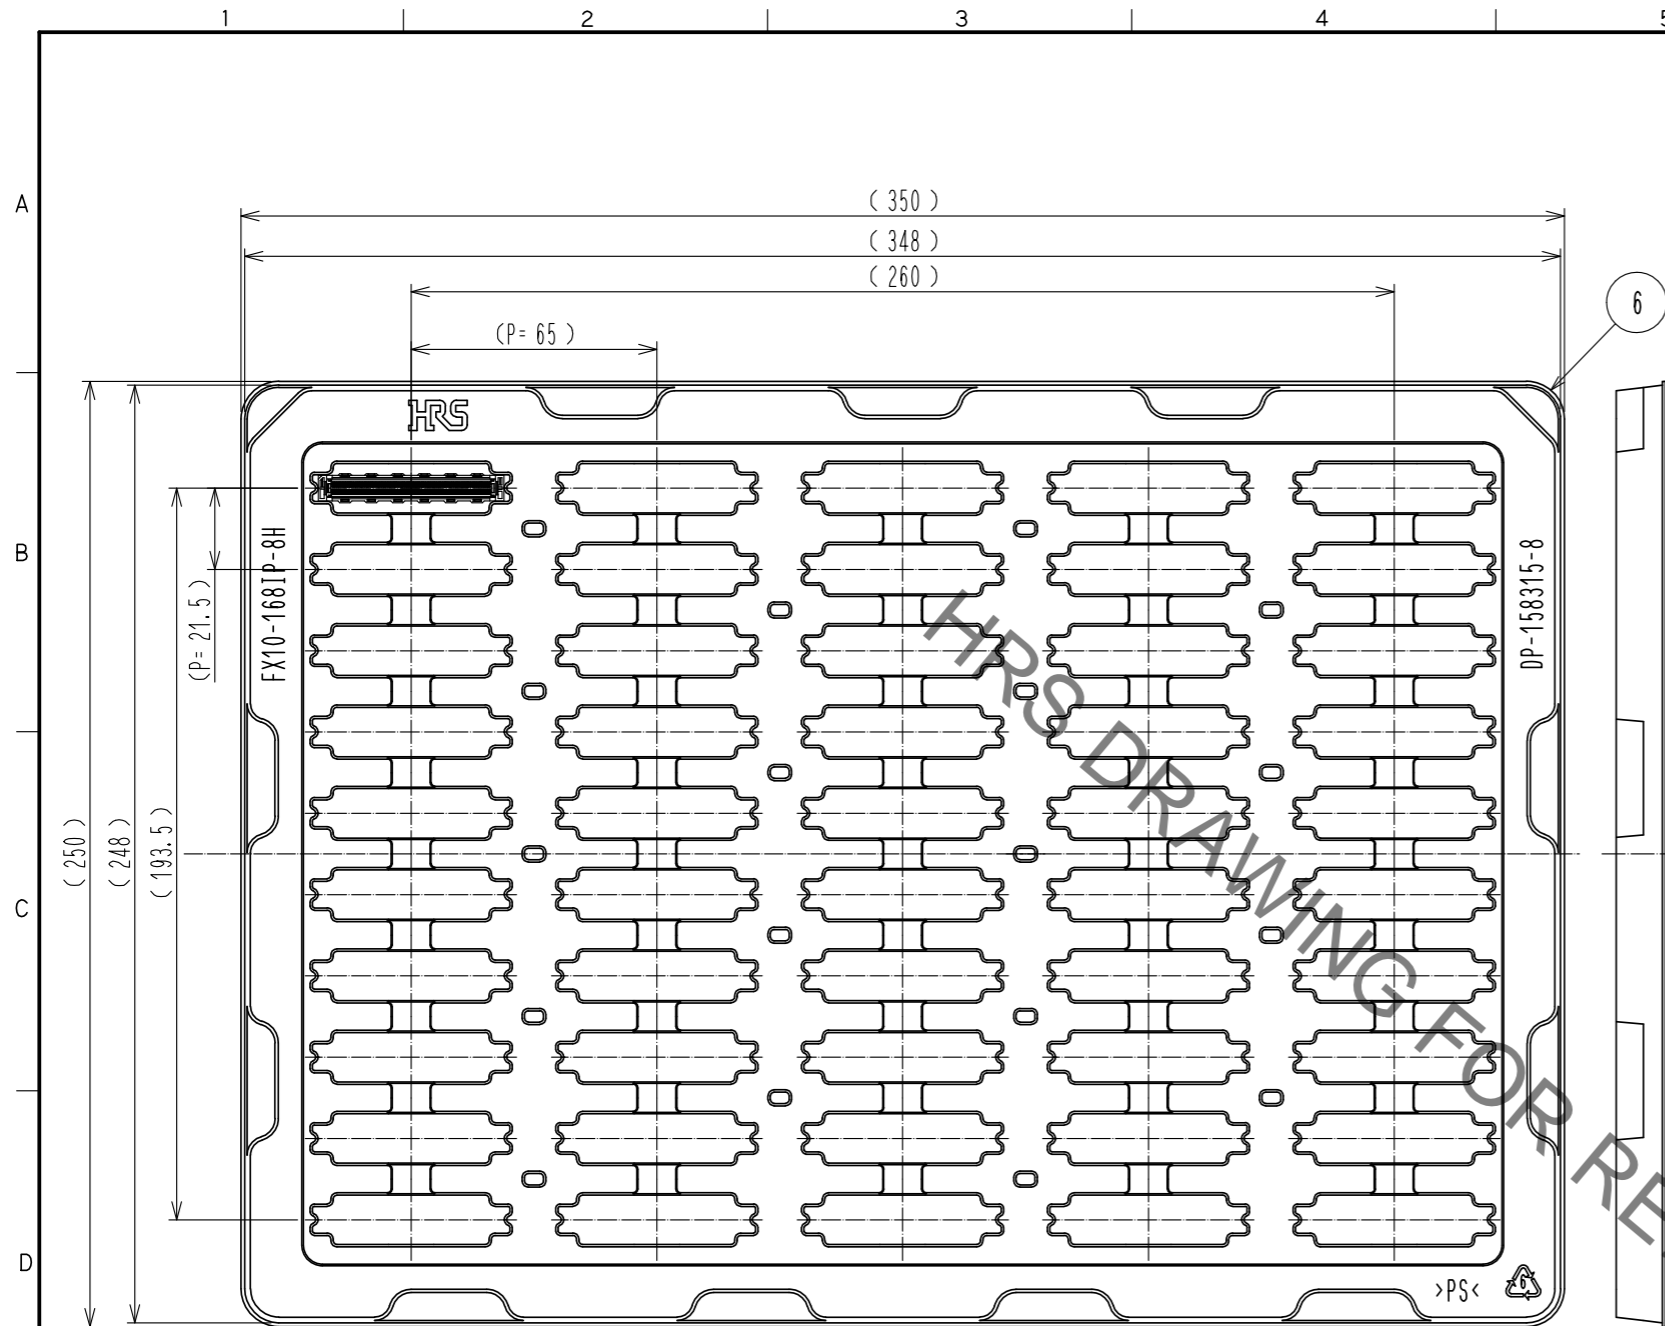

Fig. 3 梱包状態図 (1:2) ◁ 6
- 6 本製品は1ソフトトレイに50個入りとなります。詳細はFig.3を参照ください。